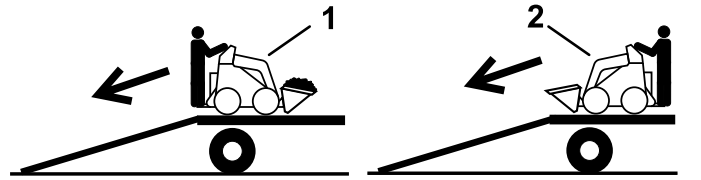

Figura 16
2. Descargue la máquina del remolque por la rampa con el extremo más pesado hacia arriba, y la carga en la posición más baja posible (Figura 16).